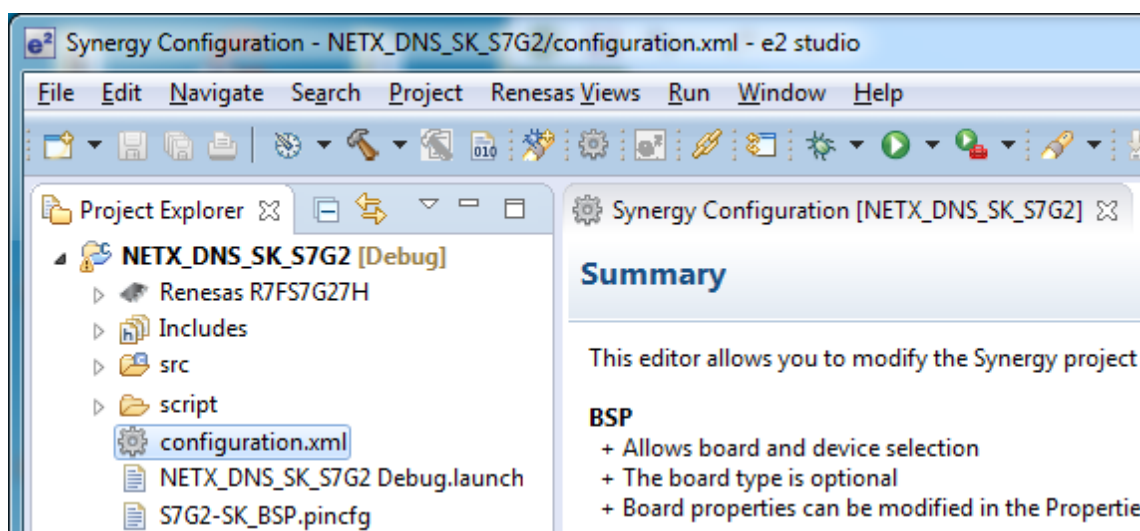

図 2.12 [Project Explorer] (プロジェクトエクスプローラ)
2. [Synergy Configuration] (Synergy 構成)を開きます。[Synergy Configuration] (Synergy 構成)がまだ開いていない場合は、[Project Explorer] (プロジェクトエクスプローラ) ウィンドウで **configuration.xml** ファイルをダブルクリックして開きます (図 2.12)。